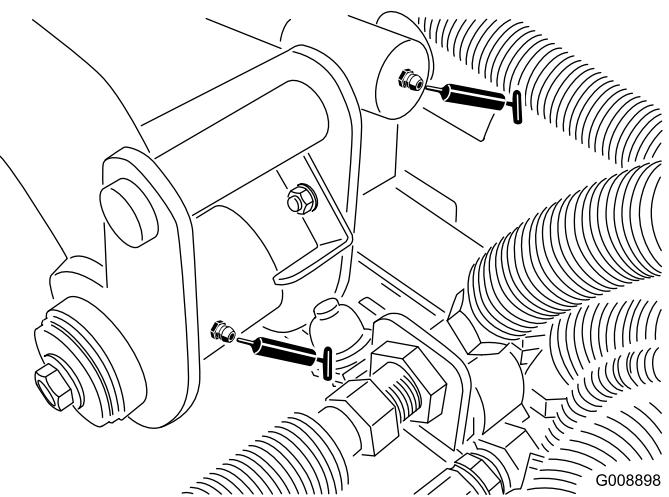

図 48
- ・ 後昇降アームのピボット昇降シリンダ（2ヶ所）（図 48）